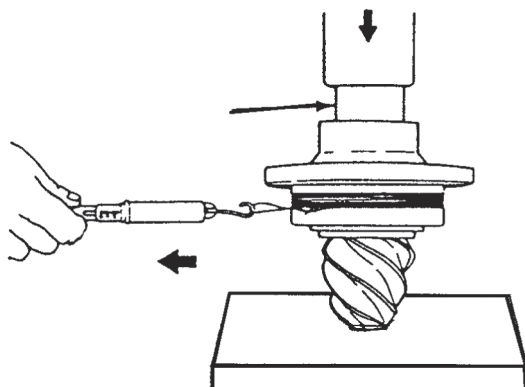

Figura 49
- C - Envolver un cable alrededor del diámetro piloto de la caja del piñón con un dinamómetro (balance de buena calidad), amarrado en su extremo (figura 49).
- F - Envolver un cable alrededor del diámetro piloto de la caja del piñón con un dinamómetro (balance de buena calidad), amarrado en su extremo (figura 49);